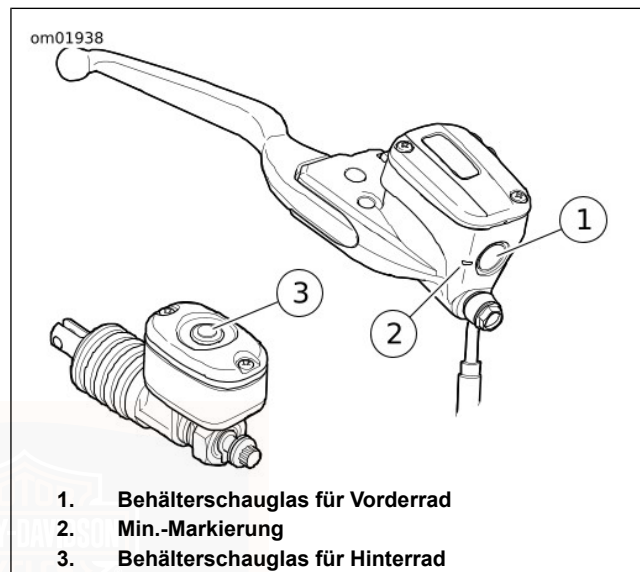

Abbildung 40. Bremsflüssigkeitsbehälter
2. Siehe Abbildung 40. Behälterschauglas prüfen.
- a. **Vorne:** Überprüfen, ob die Flüssigkeit im Schauglas sichtbar ist (1). Wenn der Flüssigkeitsstand unter der Min.-Markierung (2) liegt oder nicht sichtbar ist, einen Harley-Davidson-Händler aufsuchen.
- b. **Hinten:** Prüfen, ob Flüssigkeit sichtbar ist. Das Schauglas (3) ist dunkel, wenn Flüssigkeit vorhanden ist. Wenn das Schauglas klar ist, einen Harley-Davidson-Händler aufsuchen.